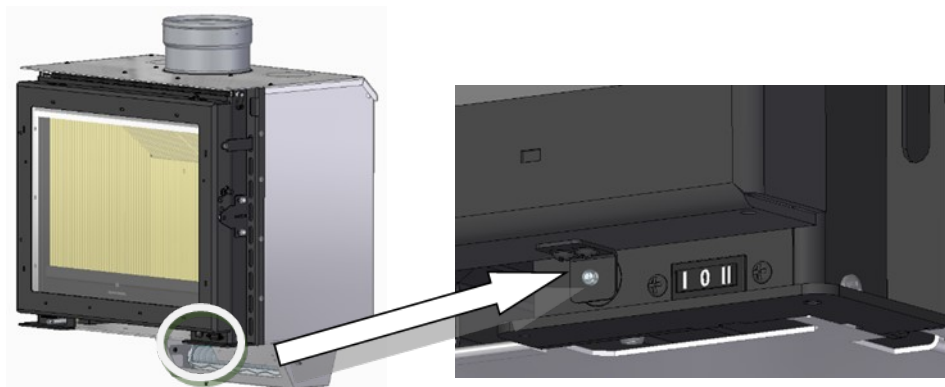

Figura 55 – Ajuste de la manilla de la puerta, funcionamiento del microinterruptor
d. Después de colocar los componentes en la unidad, debe ajustar la lengüeta debajo de la puerta para que la puerta después de cerrar la lengüeta accione el microinterruptor, ver Figura 55.